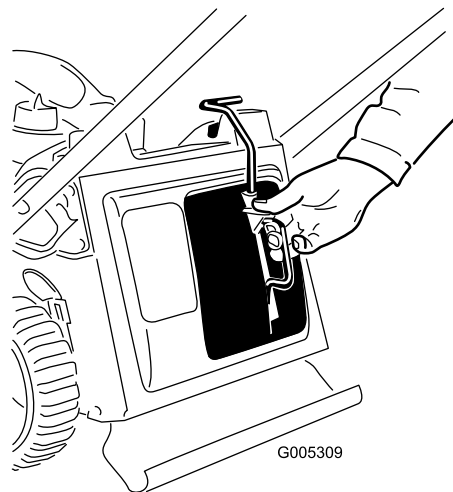

Figure 26
1. Enlevez l'obturateur de mulching (Figure 26).